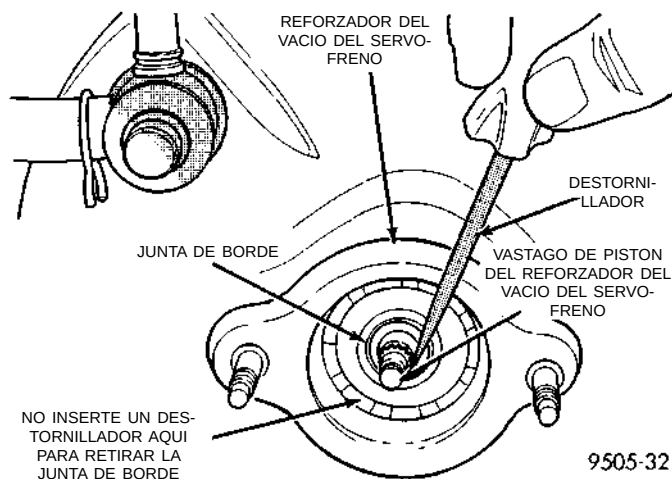

Fig. 105 Desmontaje del sello del reforzador del vacío
PRECAUCION: En los vehículos que tienen instalado el sistema ABS, el cilindro maestro sirve de sello para retener el vacío en el reforzador del vacío del servofreno. El sello de vacío en la parte delantera del reforzador del vacío del servofreno (Fig. 105) **DEBE** reemplazarse cuando se retira el cilindro maestro del reforzador del vacío del servofreno.
(7) Si el vehículo tiene instalado el sistema ABS, retire el sello de vacío (Fig. 105) situado en la parte delantera del reforzador del vacío del servofreno. Para retirar el sello de vacío, inserte **cuidadosamente** un destornillador pequeño entre el vástago de pistón del reforzador del vacío del servofreno y el sello de vacío (Fig. 105) y ejerza palanca para extraer el sello del reforzador del vacío del servofreno. **No intente extraer el sello del cilindro maestro insertando una herramienta entre el sello y el reforzador del vacío del servofreno.**